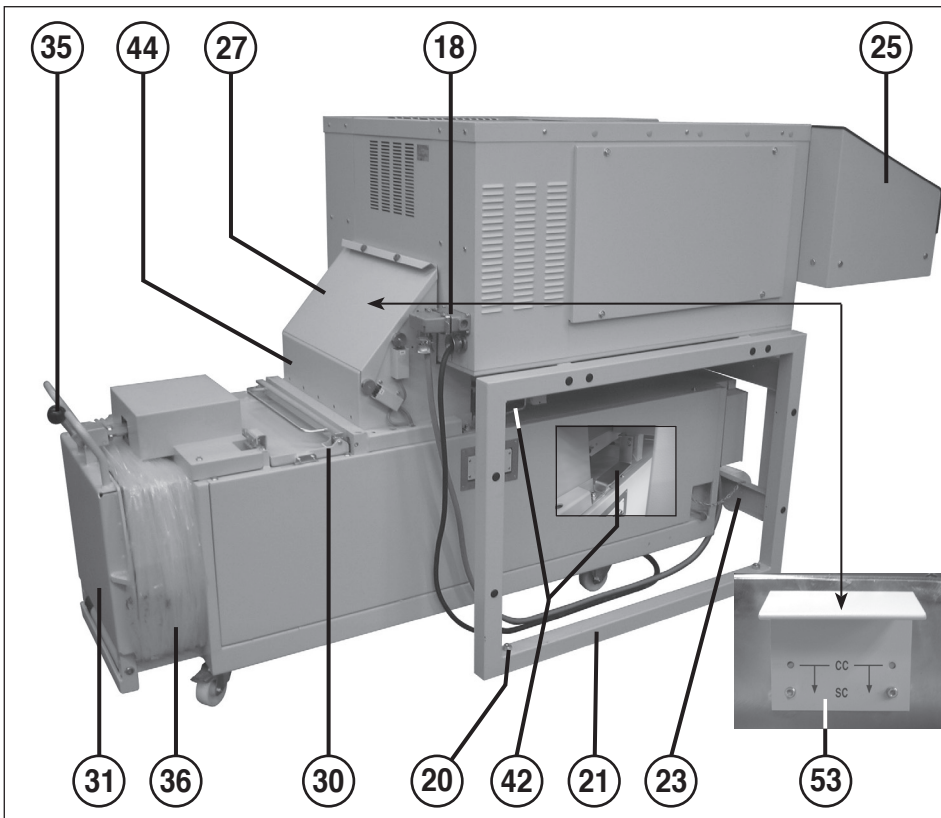

fig. 2
6. Positionner les deux caches de contacteur (48) respectivement au-dessus de l'interrupteur de fin de course et les fixer sur l'entonnoir à l'aide de respectivement deux vis M5x16 et écrous M5.
7. Ouvrir le volet de protection (27). Vérifiez l'emplacement de l'angle de la sécurité (53) (fig. 2): SC (Stripe cut) machines: position au-dessus CC (Cross cut) machines: position dessous.
ASSEMBLAGE DE L'ENSEMBLE (fig. 2 et 3):
1. Pousser le compacteur sous le destructeur de documents. Visser le destructeur de documents et le compacteur à l'aide des deux équerres de fixation (42) jointes au destructeur de documents (fig. 2).
4. Introduire la fiche de raccordement du compacteur dans la prise (18) prévue à cet effet dans le fond du destructeur de documents et la verrouiller (fig. 2).
- 18 = Prise (fig. 2)
- 20 = Vis de compensation (fig. 2)
- 27 = Volet de protection (fig. 2 et 5)
- 30 = Volet d'introduction (fig. 2)
- 31 = Volet de prélèvement (Abb. 2)
- 35 = Levier de verrouillage (fig. 2)